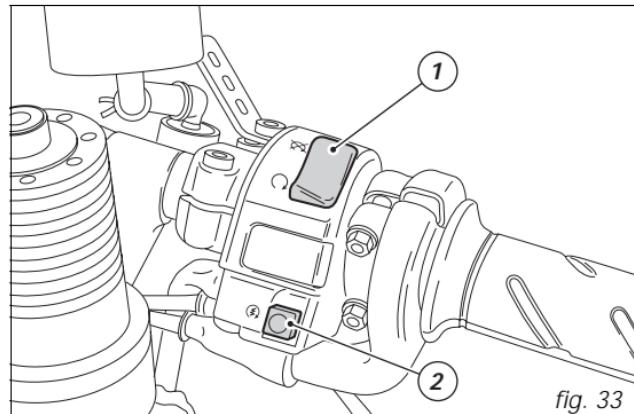

fig. 33
- 2) S'assurer que le commutateur d'arrêt (1, fig. 33) soit en position \textcircled{Q} (RUN) ; appuyer ensuite sur le bouton de démarrage (2, fig. 33).